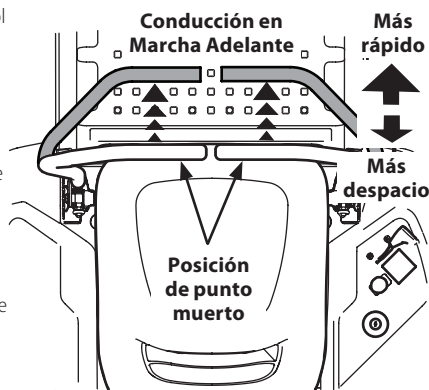

Figura 27
- Mueva las palancas de control de la transmisión de forma lenta y pareja hacia adelante. El tractor comenzará a desplazarse hacia adelante. Consulte la Figura 27.